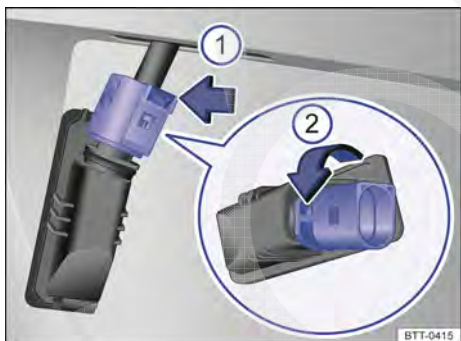

Fig. 213 Iluminação da placa licença: remover o suporte da lâmpada.
4.	Pressionar a trava da tomada de ligação no sentido da seta → Fig. 213  e desencaixar o conector.